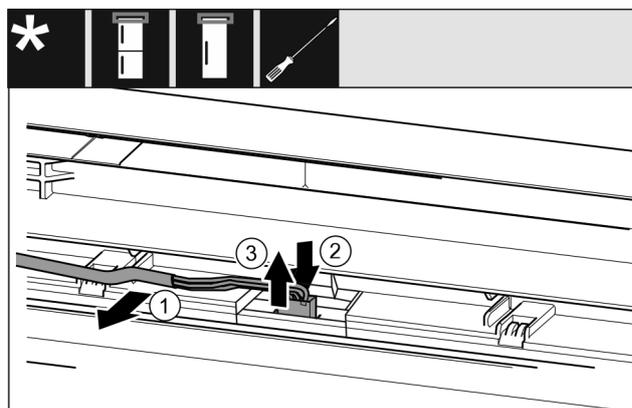

Fig. 11
- ▶ Désolidariser avec soin le câble gris du guide dans la porte. Fig. 11 (1)
- ▶ Pousser la languette à l'arrière du connecteur vers l'arrière. Fig. 11 (2)
- ▶ Retirer avec soin le connecteur vers le haut. Fig. 11 (3)